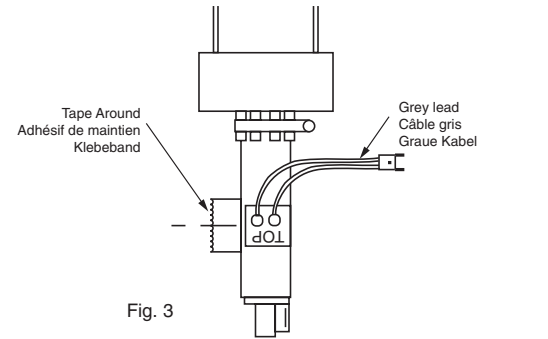
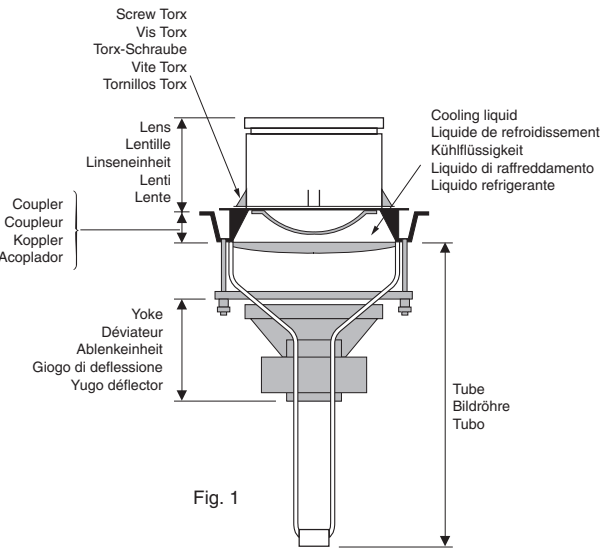

Fig. 3
Fig. 1
- Quitar los tornillos de fijación (09) de la caja soporte (H) (fig. 3). Retirar el calzo (L) atornillado en el lado izquierdo del chasis (fig. 3, paso1) antes de retirar la caja soporte e insertarla en el agujero del mueble inferior (E) como se muestra en la fig. 3 (paso 2). Esto es para evitar que el conjunto "frontal y pantalla" se caiga y se dañe la pantalla.
- Retirar la caja soporte (H) como se muestra en la fig. 3 (paso 3).
- Quitar los 2 tornillos de fijación (03) (fig.1) localizados a ambos lados de los tornillos de fijación de los altavoces. Quitar también los 2 tornillos (10) (fig. 3).
- Mirando hacia la pantalla, levantar y tirar con suavidad del conjunto "frontal y pantallas" para desencajarlo del mueble inferior (E).
- Al volverlas a montar, colocar las 8 lengüetas (M) del panel frontal dentro de los correspondientes agujeros del mueble inferior.
- (EN)**
3. Remove the four lens torx securing screws (Fig. 1) and carefully remove the lens assembly (note the orientation of the lens with respect to the tube). If you are replacing more than one tube, please ensure that the lens assembly fitted to the original tube is fitted to the replacement tube, this is necessary in order to avoid time consuming optical readjustments.
5. Carefully remove the flexiboard BSVM coil fixed to the neck of the tube and BSVM coil. (Fig. 3).
- (DE)**
3. Entfernen Sie die vier Torx-Befestigungsschrauben (siehe Abb.1) der Linseneinheit und heben die Einheit heraus. Notieren Sie sich die Ausrichtung der Linseneinheit auf der Röhre und, wenn mehrere Projektionsröhren getauscht werden, auch die Farbe. Dieses erspart Ihnen später einen zeitraubenden Abgleich der optischen Systeme.
5. Lösen Sie vorsichtig die auf dem Röhrenhals befestigte Folien- (Flexiboard-) Spule für BSVM (Abb.3).
- (FR)**
3. Retirer la lentille avec les vis "Torx" (Fig.1). Si vous changez plus d'un tube, identifiez la couleur du tube pour utiliser la lentille dans la même position, cela afin d'éviter un réajustement optique.
5. Retirer soigneusement le flexiboard (Self BSVM) collé sur le col du tube (Fig.3).